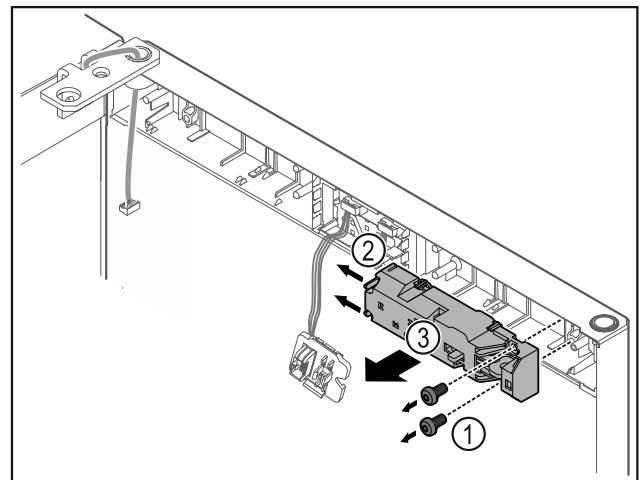

Fig. 23
- Poista ruuvit Fig. 23 (1).
- Paina lukitusnokat Fig. 23 (2) sivuun ja ota etälukko Fig. 23 (3) pois.